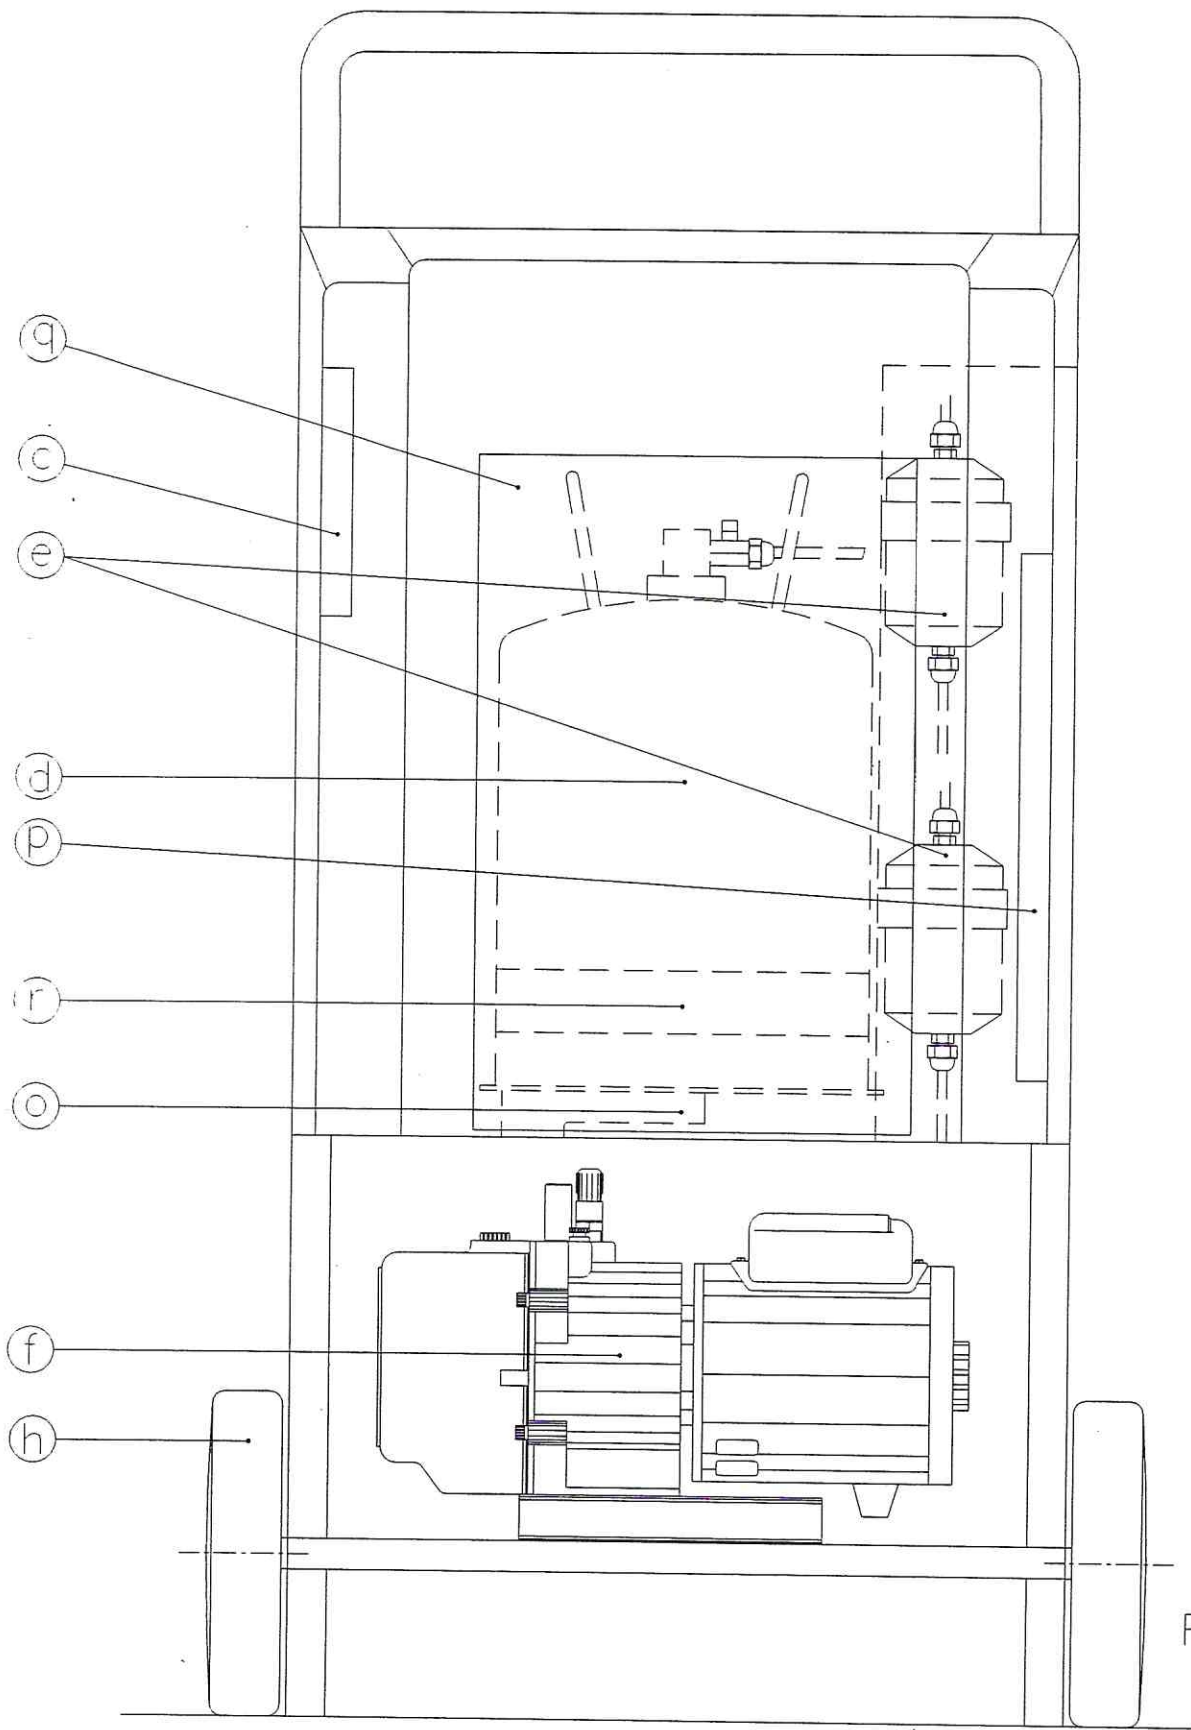

Fig. 1.1
- T3) Den Heizwiderstand (r) von der Flasche (d) entfernen (siehe Abb. 1.1)